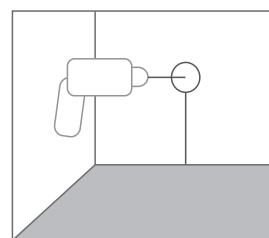

Рис. 1
1. Определите и подготовьте место для установки терморегулятора и датчика температуры (Рис.1)